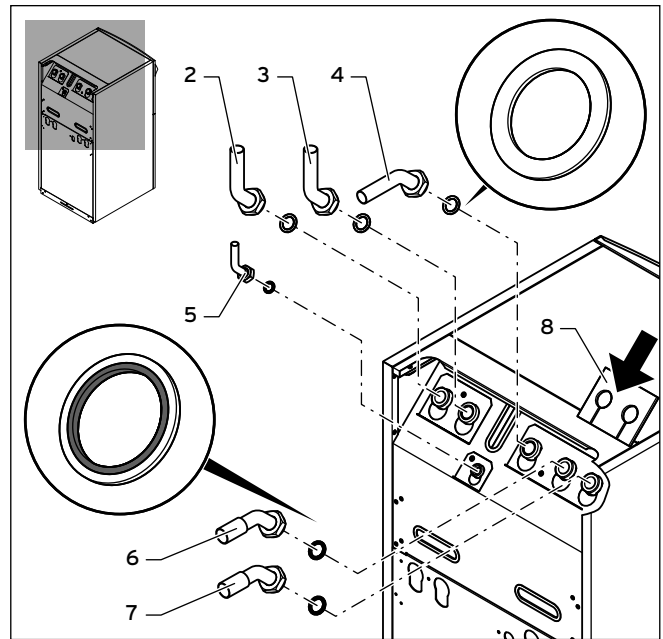

Abb. 5.6 Anschlusswinkel montieren
Falls an den Anschlüssen des Solekreises (→ **Abb. 5.6, Pos. 6 und 7**) nicht die Dichtungen mit Metallstützring verwendet werden, kann es zu Undichtigkeiten kommen!
- Die Rohrinstallation und die Verwendung der Dichtungen muss gemäß → **Abb. 5.6** erfolgen.
- Schließen Sie die Vorlaufleitung an (→ **Abb. 5.6, Pos. 2**).
- Schließen Sie die Rücklaufleitung an (→ **Abb. 5.6, Pos. 3**).
- Schließen Sie das Ausdehnungsgefäß des Heizkreises an (→ **Abb. 5.6, Pos. 5**).
- Schließen Sie die Soleleitungen an die Wärmepumpe an (→ **Abb. 5.6, Pos. 6** und **7**).
- Montieren Sie die zur Wärmedämmung des Anschlussblechs vorgesehene Isoliermatte (→ **Abb. 5.6, Pos. 8**).
- Wenn ein externer Warmwasserspeicher angeschlossen werden soll, schließen Sie den Rücklauf des Warmwasserspeichers an (→ **Abb. 5.6, Pos. 4**).